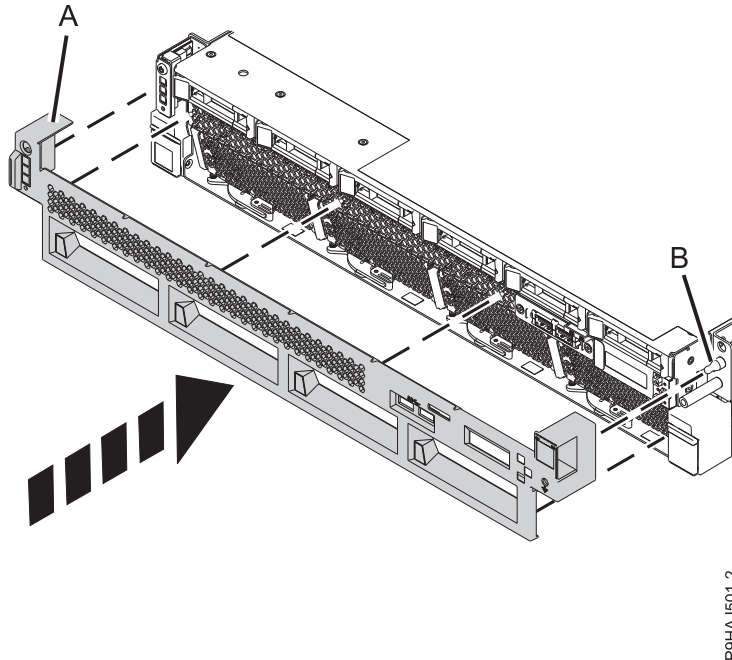

Abbildung 13. Vordere Abdeckung installieren
2. Drücken Sie die Abdeckung **(A)** vorsichtig so weit hinein, bis sie einrastet. An der Abdeckung befinden sich Vertiefungen, an denen Sie sie leichter festhalten können. Verwenden Sie den Ausrichtungsstift **(B)**, um die Abdeckung am System zu befestigen (siehe Abb. 13 auf Seite 33). Drücken Sie auf das Lüftungsgitter über den Lüftern, um die Abdeckung an der Vorderseite zu befestigen.